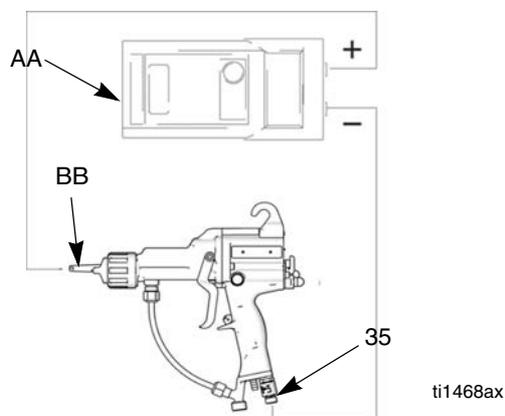
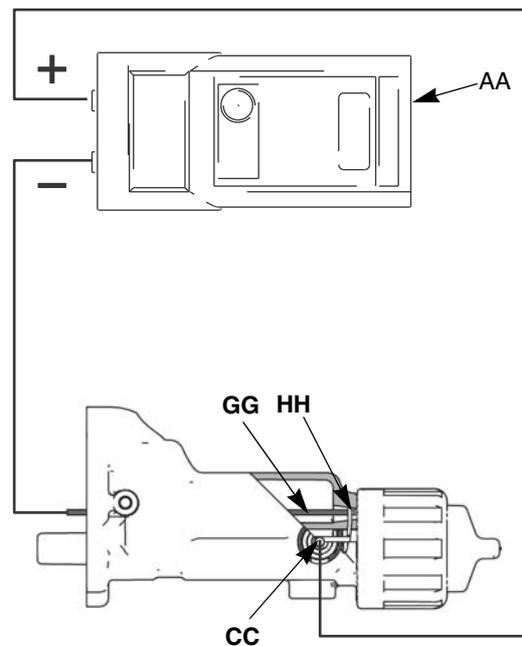

Fig. 8. Testes total de resistência
Fig. 12. Teste de resistência da base
O Megohmímetro peça nº 241079 (consulte AA FIG. 8. a FIG. 12.) não é aprovado para uso em áreas de perigo. Para reduzir o risco de faísca, não use o megaohmímetro para verificar a ligação eléctrica à terra a menos que:
Mede a resistência entre a ponta da sonda de carga (BB) e o dispositivo de regulagem de ar (35) (consulte FIG. 8.); deve ser de 90-130 megohms. Se ficar fora desta faixa, vá para o próximo teste. Se ficar nesta faixa, consulte **Reparação da pistola** na página 27 para verificar outras causas possíveis de desempenho precário.
1. Insira uma vara condutora (GG) na base da pistola (removido do teste da fonte de alimentação) e contra o contacto de metal (HH) na frente da base.
2. Meça a resistência entre a vara condutora (GG) e o soquete de sonda de carga (CC). Consulte FIG. 12. A resistência deve ser de 15-30 megohms.